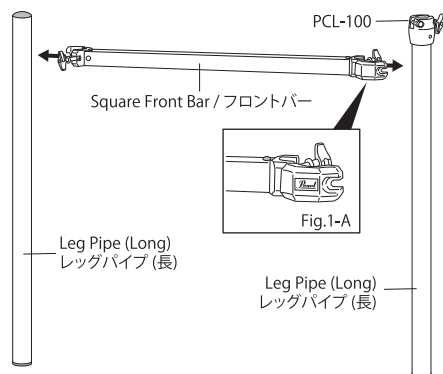

Fig.1
1. Locate the two "long" Legs (one has a PCL-100 Pipe Bracket attached) and the Square Front Bar. Connect one Leg to each end of the Square Front Bar as shown (Fig.1). The Pearl logo should be closest to the Leg with the PCL-100.
フロントバーのクランプ部を開き、パイプブラケット PCL-100が付いたレッグパイプ (長) に取付け、PCL-100の下面に合わせて固定します (Fig.1-A)。同様に、PCL-100が付いていない、もう一本のレッグパイプ (長) を取付け、フロントバーが床に対して水平になる位置に固定します (Fig.1)。